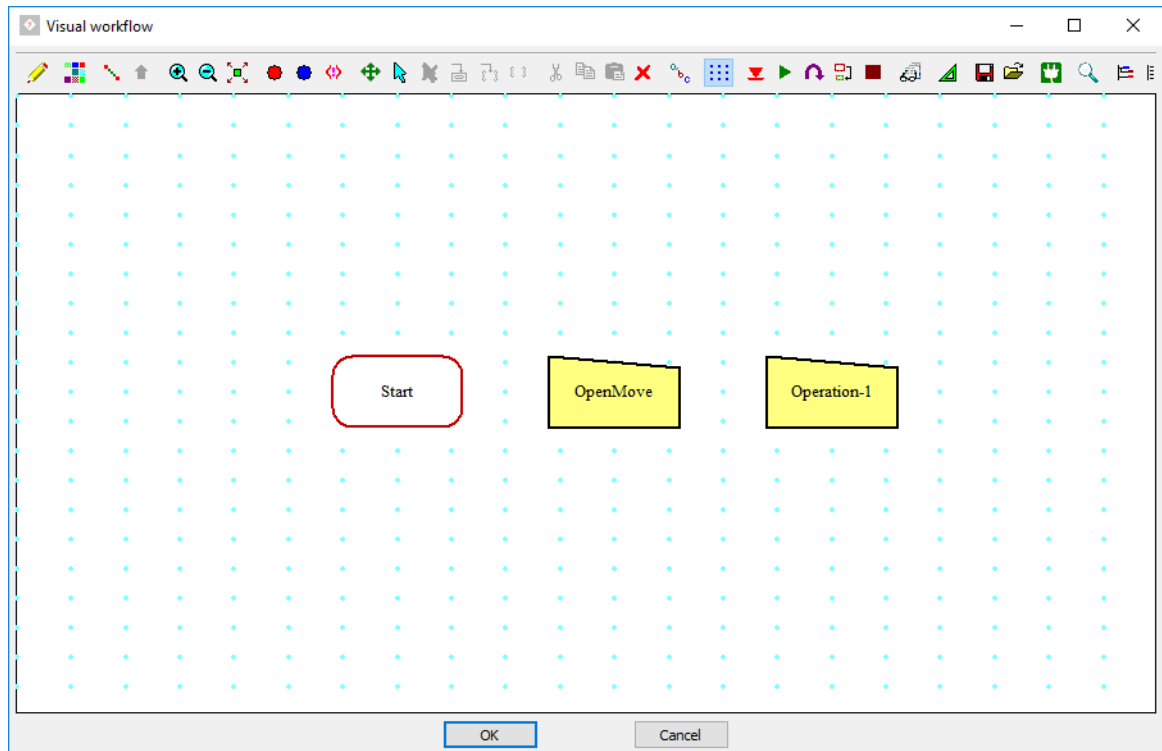

Рисунок 15: Візуальний редактор робочого процесу зі створеними операціями *OpenMOVE* та *Operation-1*.
49. У візуальному редакторі робочого процесу клацніть лівою кнопкою миші праворуч від елемента *OpenMOVE*. Другий елемент операції з'явиться у вікні під назвою *Operation-1* (Рисунок 15).